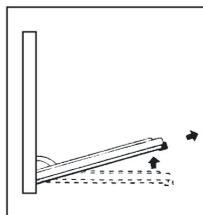

Abb. 2
- Schließen Sie die Tür leicht und heben Sie sie heraus, indem Sie die Haken "A" herausziehen, wie in Abbildung 2 dargestellt.